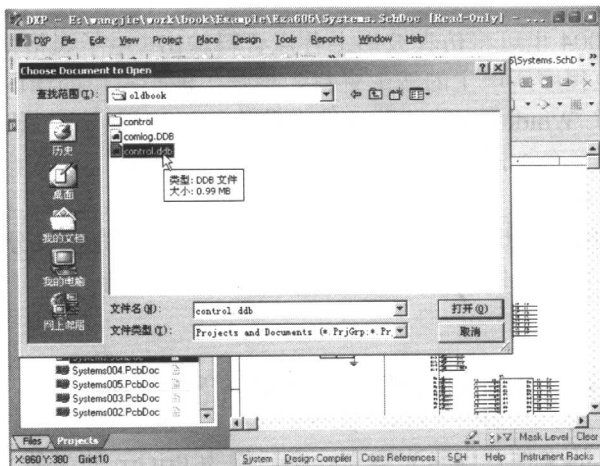

图 1-2 选中 Protel 99SE 的数据库文件
**step 1** 首先执行菜单命令 File | Open，选中 Protel 99SE 的数据库文件，如图 1-2 所示。